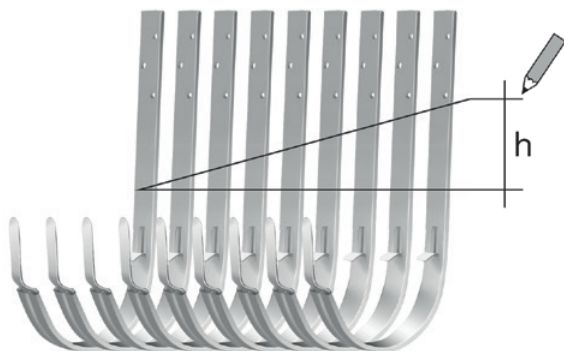

Рисунок 5
- Длинные крюки систем 135/90, 120/90 (Рис.5) устанавливаются на обрешетку до укладки кровельного материала.